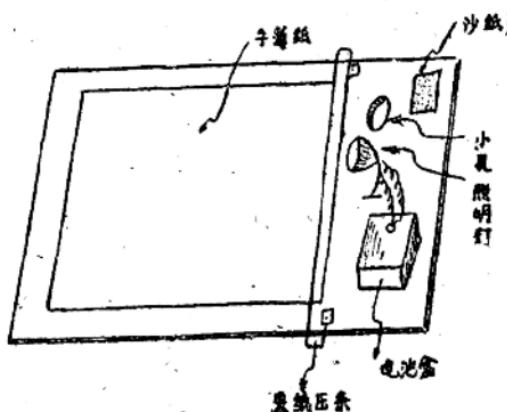

图 4
2. 晚上记录板采用一般白天使用的记录板，上面有夹手簿的压条，可以夹住手簿，上钻有大约指头大的孔，以使手指拿稳。晚上使用时，在板边加装电池盒和照明灯，如图 4 所示。照明设备均固定板上，任意拿着也不掉下来。这种记录板可作测角和量距的记录应用，既方便又轻巧。